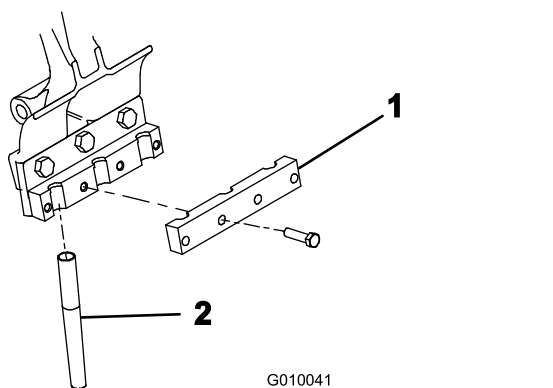

Figure 26
5. Fixez légèrement un serre-louchets sur chaque porte-louchets (Figure 26) au moyen de 4 boulons (3/8" x 1 1/2"). Ne serrez pas les vis.